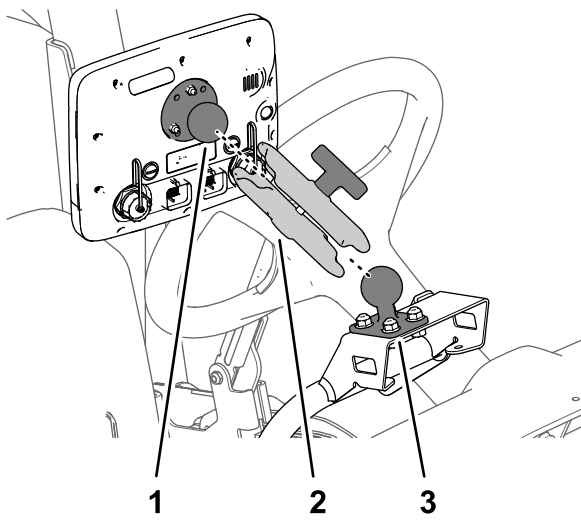

图 164
3. 将监控器的球形接头和球形安装架组装到监控器臂上 图 164。
4. 调节监控器以便可以从机器操作员位置看到然后用手拧紧监控器臂上的旋钮图 164。